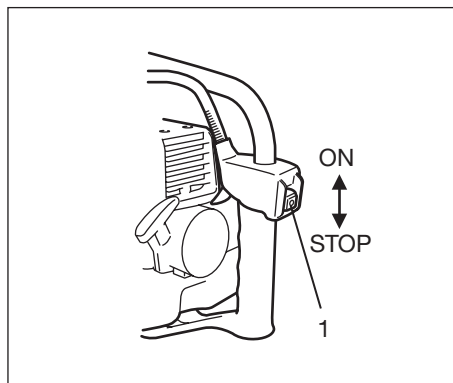

Fig. 2-2
1. Placer l'interrupteur marche-arrêt (1) en position marche (ON). (Fig. 2-2, 2B)